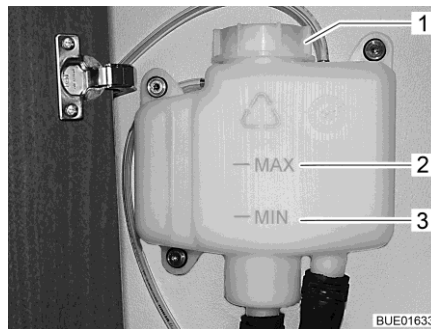

Fig. 292 Vaso d'espansione senza diaframma
- Controllare se il livello del liquido nel vaso d'espansione (Fig. 292) è tra la riga del "MIN" (Fig. 292,3) e del "MAX" (Fig. 292,2).
- Aprire il coperchio (Fig. 292,1) del vaso d'espansione.